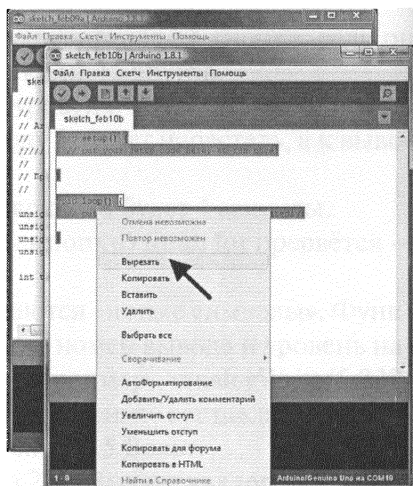

Рис. 2
7. Выделяем текст заготовки и удаляем его (работаем левой и правой кнопкой мыши) — рисунок 2.